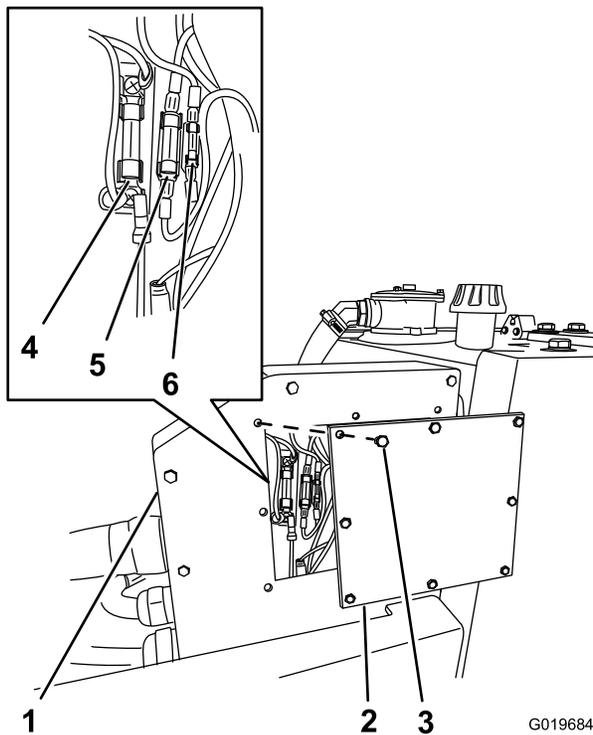

Figura 72
El sistema eléctrico está protegido por 3 fusibles. El sistema eléctrico no requiere mantenimiento normalmente; no obstante, si se funde un fusible, compruebe que no hay avería ni cortocircuito en el componente/circuito. La Figura 72 muestra las posiciones de los fusibles en la caja de conexiones.
5. Retire los 8 pernos que sujetan el panel auxiliar a la caja de conexiones. Retire el panel auxiliar y la junta (Figura 72).
6. Compruebe que los fusibles no están dañados o fundidos (circuito abierto); consulte Figura 72.
7. Instale el panel auxiliar en la caja de conexiones usando los 8 pernos que retiró en el paso 5 (Figura 72).